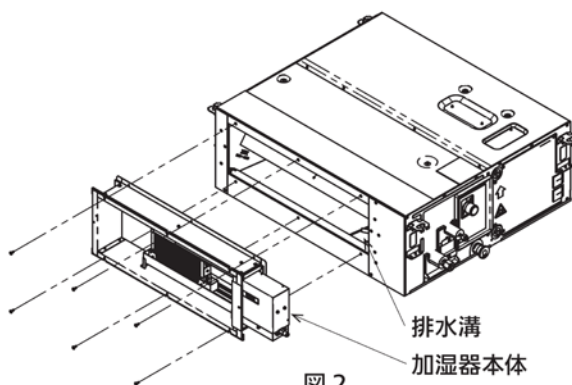

図 2
2. 加湿器を付属の取付ネジ (M4×L12) で取り付ける。(図 2)